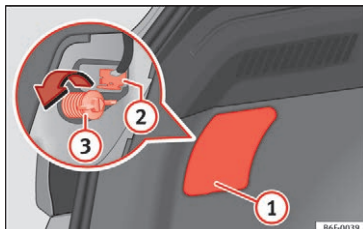
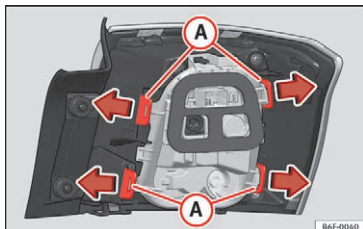

Fig. 115 Bagagerum: adgang til skrue til baglygte
Fig. 116 Fastgørelsestapper på bagsiden af baglygten
3. Vip afdækningen af ved udskæringen » **Fig. 115** ① med den flade del af skruetrækkeren.
4. Træk stikket af lygten ②.
5. Skru skruen ud af lygten ③ med hånden eller ved hjælp af en skruetrækker.
7. Afmonter pæreholderen » **Fig. 116** ① ved at løsne fastgørelsestapperne.